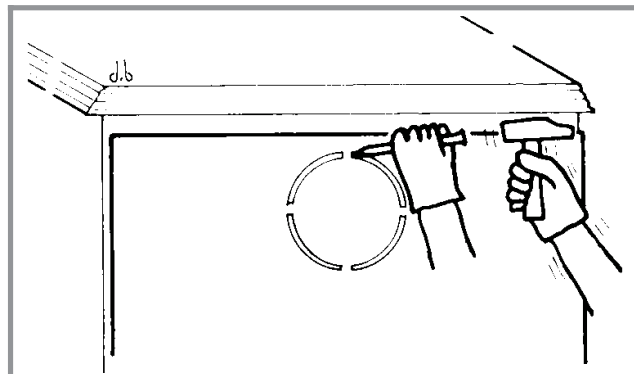

Fig. 6 - Découpe de l'écran pare chaaleur
2.3.3. Départ de fumée à l'arrière (fig. 6 et 7)